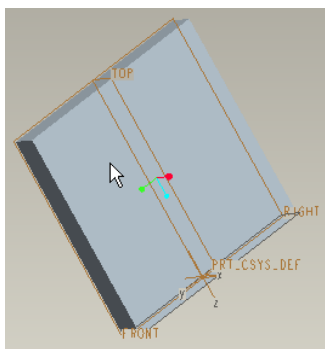
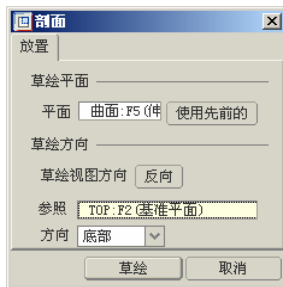

图 2-6 选择的草绘基准面
图 2-7 更新设置后的“剖面”对话框
(9) 单击窗口右侧快捷工具栏中的“拉伸工具”按钮打开“拉伸工具”操控板，单击其中的“草绘”按钮打开“剖面”对话框，然后单击如图 2-6 中鼠标光标所指的平面，将其作为草绘基准面，“剖面”对话框中的参数设置将会自动更新，如图 2-7 所示。